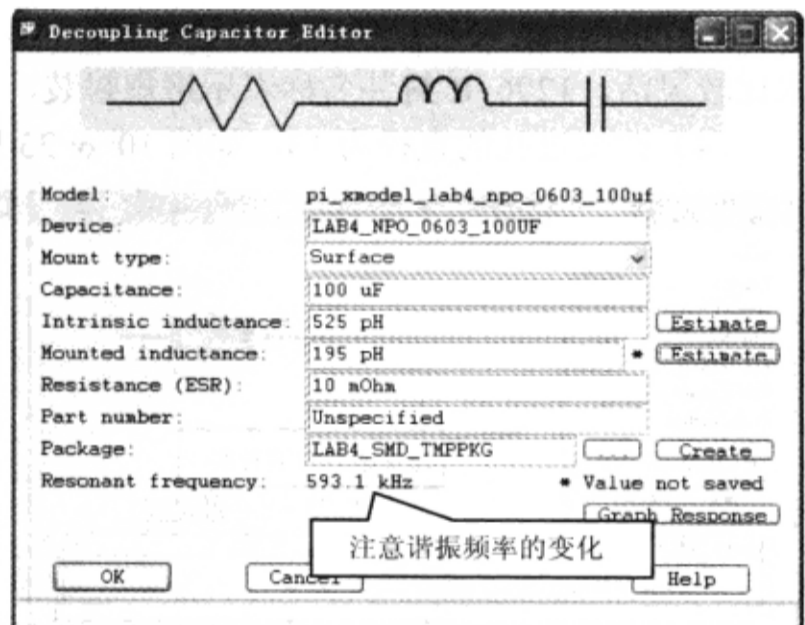

图 10-6-29 谐振频率的变化
(7) 在“Mounted Inductance Estimator”对话框中单击“OK”按钮就可看到谐振频率值，在“Decoupling Capacitor Editor”对话框中显示的谐振频率变为 593.1 kHz，如图 10-6-29 所示。